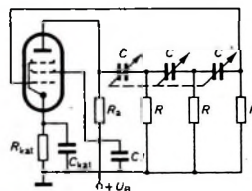
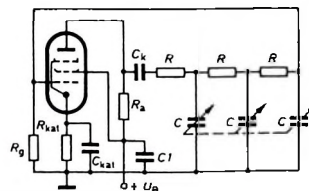

Bild 10. Schaltung eines RC-Phasenschiebergenerators mit dreigliedriger durchstimmbarer RC-Kette erster Art
Bild 11. RC-Phasenschiebergenerator mit einer dreigliedrigen durchstimmbaren RC-Kette zweiter Art
Setzt man eine dreigliedrige RC-Kette erster Art mit veränderbaren Kapazitäten (etwa nach Bild 4) in den Kasten mit der Bezeichnung „RC-Phasenschieber für  $180^\circ$ “ in dem grundsätzlichen Schaltschema für einen RC-Phasenschiebergenerator (Bild 1) ein, so erhält man eine einfache Schaltung eines RC-Phasenschiebergenerators, wie sie im Bild 10 wiedergegeben ist. Verwendet man dagegen eine dreigliedrige RC-Kette zweiter Art (zum Beispiel nach Bild 7), so erhält man eine RC-Generator-Schaltung gemäß Bild 11. Bei diesen Schaltungen ist jedoch im Gegensatz zu der Schaltung im Bild 1 eine Pentode vorhanden, da bei einer dreigliedrigen RC-Kette eine mindestens 29fache Verstärkung erforderlich ist, um die Spannungsuntersetzung von  $K = 29:1$  der RC-Kette wettzumachen. Eine so hohe Verstärkung ist aber mit einer Triode nicht mehr zu erreichen. Außerdem sind im Bild 10 der Koppelkondensator  $C_k$  und der Gitterableitwiderstand  $R_g$  weggelassen worden, da hier die Funktion von  $C_k$  von dem ersten Kondensator  $C$  und die Funktion des Gitterableitwiderstandes  $R_g$  vom letzten Widerstand  $R$  der RC-Kette übernommen wird. Bei der Schaltung im Bild 11 dagegen müssen diese Bauelemente vorhanden sein.
Die Wirkungsweise der Schaltungen in den Bildern 10 und 11 sei hier noch einmal kurz zusammengefaßt: Am Anodenwiderstand  $R_a$  tritt die von der Röhre verstärkte Wechselspannung auf. Für die Frequenz  $f_{013}$  (beziehungsweise  $f_{0113}$  bei der Schaltung im Bild 11), die sich aus Gl. (4) (beziehungsweise aus Gl. (5) bei Bild 11) ergibt, beträgt die Phasenverschiebung zwischen der Eingangs- und der Ausgangsspannung der RC-Kette genau  $180^\circ$ . Die Ausgangswechselspannung der RC-Kette gelangt zum Steuergitter der Röhre. Da sie infolge der Phasenumkehr durch die RC-Kette mit der ursprünglichen Steuerspannung der Röhre in Phase ist, addiert sie sich zu dieser Steuerspannung und erscheint in verstärkter Form wieder am Anodenwiderstand  $R_a$ . Von dort gelangt sie abermals über die RC-Kette zum Steuergitter der Röhre usw. Da immer so viel Energie auf das Steuergitter zurückgeführt wird, wie infolge der Dämpfung der RC-Kette und der übrigen Verluste in der Schaltung verlorengeht, kann sich am Anodenwiderstand  $R_a$  eine ständige Wechselspannung von bestimmter Amplitude und Frequenz ausbilden, das heißt, die Schaltung erzeugt ungedämpfte Schwingungen.
Wie aus den Gleichungen (4) bis (7) ersichtlich ist, hängt die Generatorfrequenz sowohl von der Größe der Kondensatoren als auch von der Größe der Widerstände der RC-Kette ab. Man kann deshalb die Frequenz eines RC-Generators außer durch eine Kapazitätsvariation auch durch Variieren der Widerstandswerte der RC-Kette verändern. Wollte man einen RC-Generator beispielsweise als Tongenerator verwenden, mit dem sich ein Frequenzband von 50 bis 10 000 Hz überstreichen läßt, so wäre dafür bei einer Schaltung nach Bild 10 oder Bild 11 ein Dreifachdrehkondensator mit dem Kapazitätsverhältnis 1 : 200 erforderlich. Handelsübliche Drehkondensatoren haben jedoch nur eine Kapazitätsvariation von 1 : 10. Mit veränderbaren Widerständen (Potentiometer) erreicht man dagegen ein Widerstandsverhältnis von 1 : 200 ohne Schwierigkeiten, und damit ließe sich der Frequenzbereich von 50 Hz bis 10 000 Hz überstreichen. Die Abstimmung mit Potentiometern wirft aber neue Probleme auf. Bei Potentiometern ist nämlich ein absoluter Gleichlauf der Widerstandskurven der drei für die Abstimmung erforderlichen Potentiometer in Abhängigkeit vom Drehwinkel nur schwer zu erreichen, auch wenn diese Potentiometer auf einer gemeinsamen Achse als Mehrfachpotentiometer angeordnet sind. Bei schlechtem Gleichlauf der Widerstandswerte der Potentiometer schwankt aber die Ausgangsspannung des RC-Generators beträchtlich. Bei Mehrfachdrehkondensatoren besteht dagegen im allgemeinen ein guter Gleichlauf der Kapazitätswerte aller Teilkondensatoren in Abhängigkeit vom Drehwinkel.